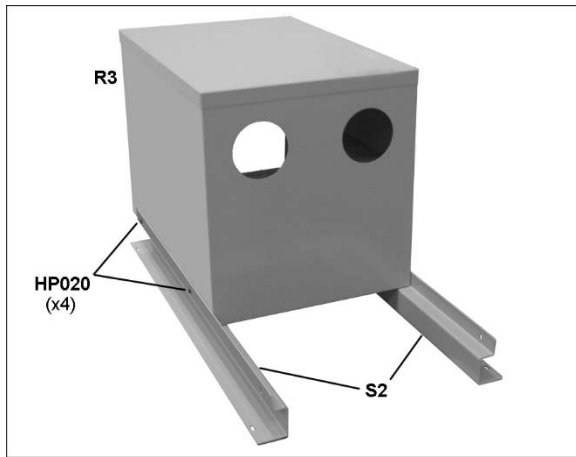

Figura 7-12
8. Instale los soportes inferiores (S2) en el borde inferior del armario de almacenamiento en la orientación mostrada en la Figura 7-12.